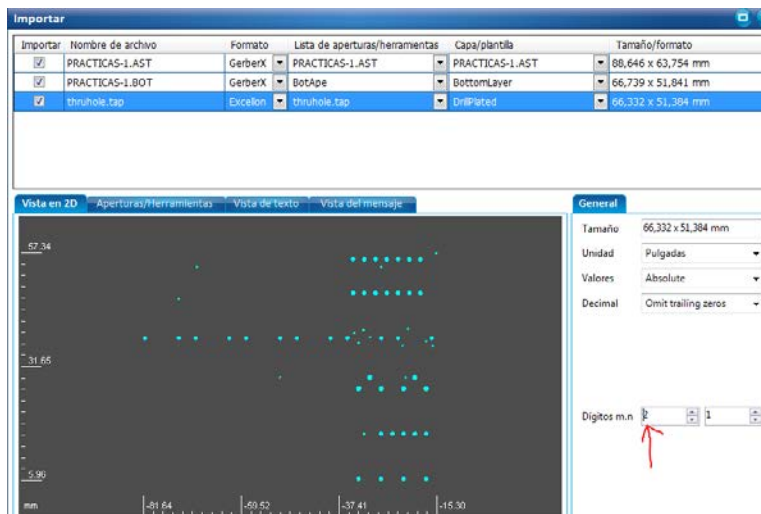

FIGURA 45
1. Ajustar las cifras significativas de las unidades de medida de los ficheros para que todos se ajusten al tamaño real. Esto suele ser necesario realizarlo en el fichero de taladrado: "thruhole.tap" (Figura 45).